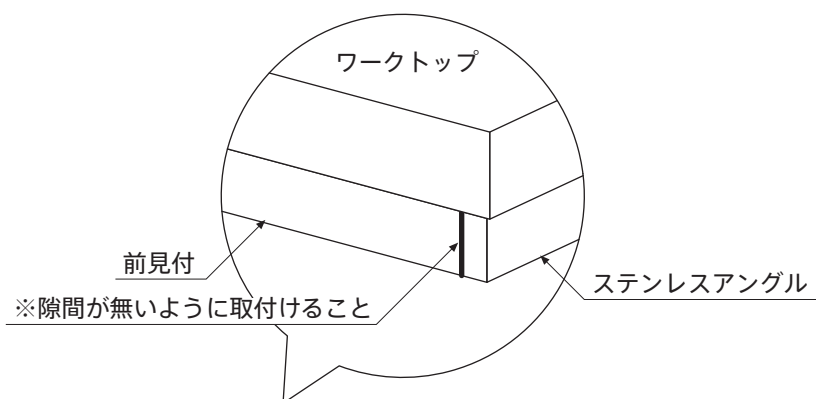

図5
8. ワークトップ裏面に前見付を⊕サラタッピンネジ 3.5 × 35 にて取付けます。(図5)
9. ステンレスアングルから⊕サラタッピンネジ 3.5 × 16 にてワークトップを固定します。(図5)